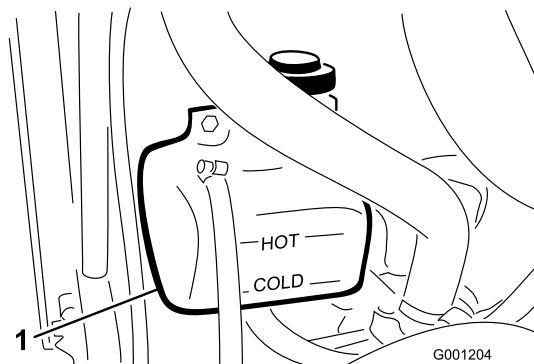

Figura 24
1. Compruebe el nivel de refrigerante en el depósito de expansión (Figura 24). El nivel del refrigerante debe estar entre las marcas en el lateral del depósito.